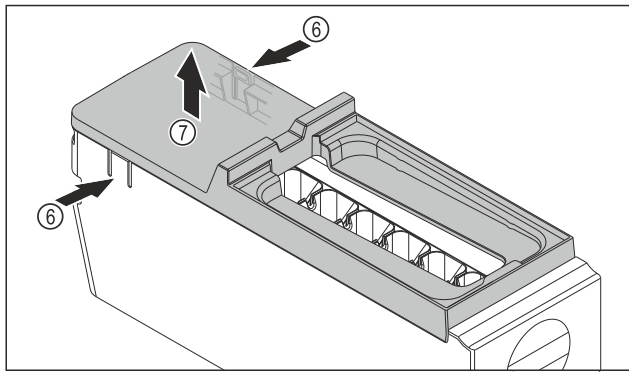

Fig. 79
- ▶ Retirer le couvercle du corps de l'EasyTwist-Ice : D'une main, pousser les languettes Fig. 79 (6) des deux côtés du corps de l'EasyTwist-Ice.
- ▶ De l'autre main, retirer le couvercle Fig. 79 (7) vers le haut.